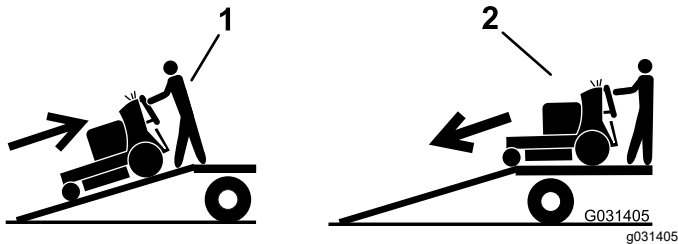

Bild 30
5. Fahren Sie die Maschine rückwärts die Rampe hoch (Bild 30).